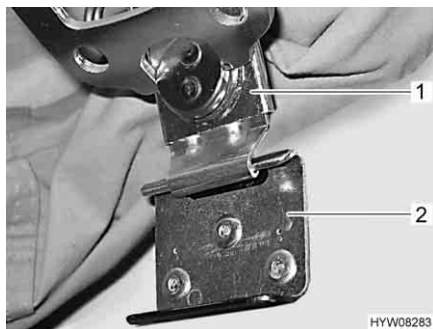

Fig. 70 Bloccaggio
- Tirare verso il basso sui due lati la serratura rapida (Fig. 70,1) e agganciarla nella piastrina di sostegno (Fig. 70,2) (Fig. 70).